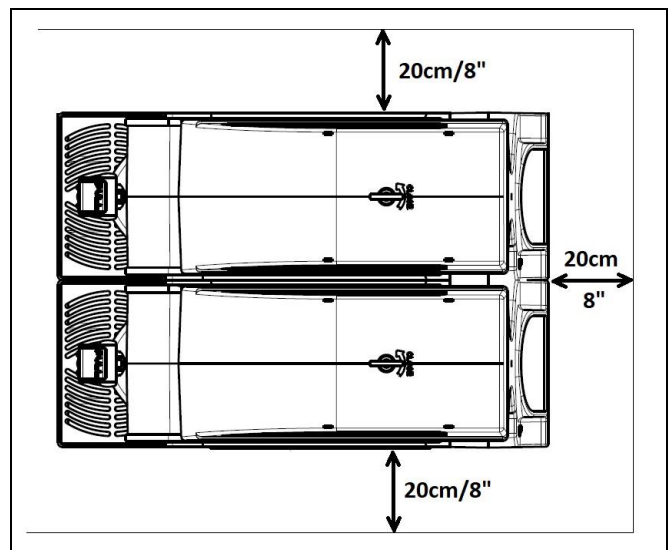

Fig. 14
b) Coloque el equipo en una superficie horizontal y sólida obrando de tal forma que el bastidor del equipo esté bien aireado (al menos 20 cm de espacio libre todo al rededor, fig.14), monte el equipo en un ambiente seco y evite montarlo cerca de fuentes de calor. **La temperatura ambiente de uso de la máquina tiene que estar incluida entre los 24 y los 38°C (entre 75°F y 100°F). Para la versión 220-230V/60Hz esta temperatura puede extenderse hasta 43°C/109°F.**